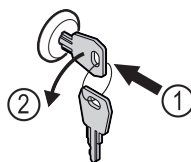

Fig. 182
- ▶ Vstavite ključ. Fig. 182 (1)
- ▶ Ključ obrnite v smeri proti urnim kazalcem za 90°. Fig. 182 (2)